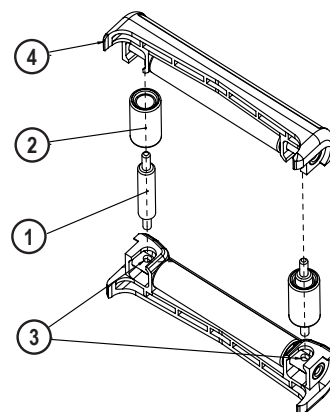

Fig. 16
4. Now take the short axles (2) (fig. 16) to go through the short rollers (1) (fig. 16) and use these components to join both preassembled components made in the previous step (4) (fig. 16). For doing this, manually exert pressure to introduce the short axle pins, in the long axle holes (3) (fig. 16).
4. Ta nu de korta axlarna (2) (fig. 16) för att gå igenom de korta rullarna (1) (fig. 16) och använd dessa komponenter för att kombinera de förmonterade delarna som gjorts i föregående steg (4) (fig. 16). För att göra detta, applicera manuellt tryck för att införa de korta axlarna i de långa axlarna (3) (fig. 16).
10. Loosen the four casing bolts (5) (fig. 16). At this point, you can take apart both casing sides (6) (fig. 16). Keep the casing to be able to assemble it again later.
10. Lossa de fyra höljesbultarna (5) (fig. 16). Vid denna tidpunkt kan du ta bort båda höljets sidor (6) (fig. 16). Behåll höljet för att kunna montera det igen senare.